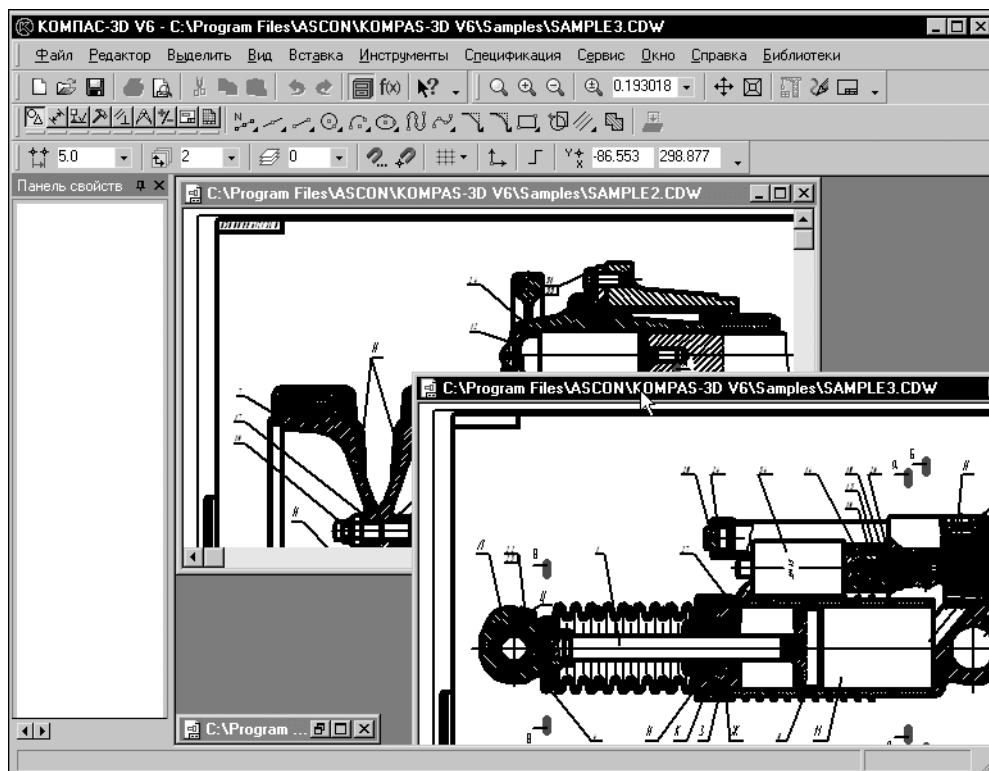

Рис. 1.10. Открытый документ sample1.cdw
5. Перетаскивая мышью границы или углы окна, уменьшите его размеры по горизонтали и вертикали. После этого перетащите окно за его заголовок в правый нижний угол окна программы КОМПАС-3D V7, как это показано на рис. 1.10.